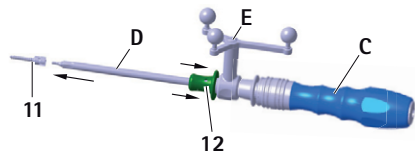

Fig. 9 Tag S⁴C-skrue op med S⁴C-skruetrækkeren
- Træk holdemuffen 12 på S⁴C-skruetrækkeren D tilbage, og hold den inde, se Fig. 9.